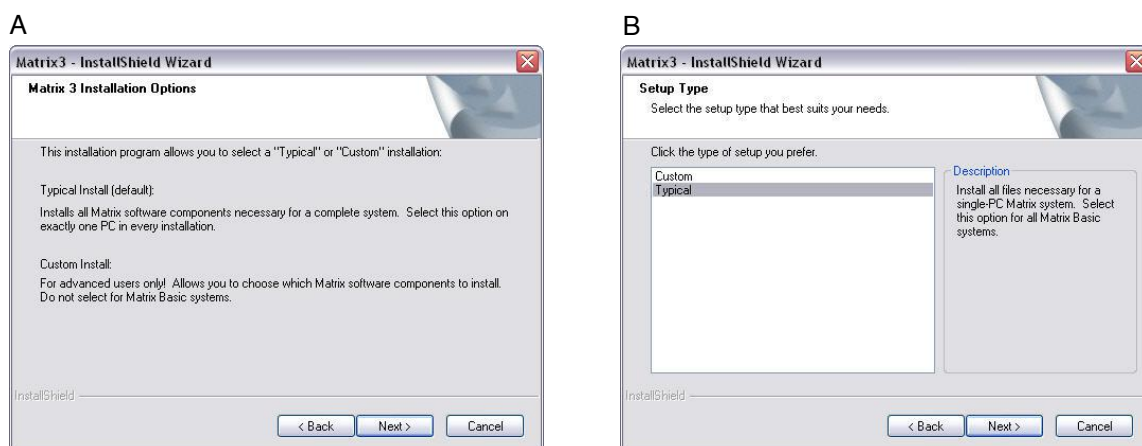

Рис. 5
- После нажатия кнопки «NEXT» [ДАЛЕЕ] для принятия условий лицензионного соглашения появится экран (A) параметров установки (Рис. 5). В этом экране отображаются два доступных для выбора типа установки.
После нажатия кнопки «NEXT» [ДАЛЕЕ] появится экран (B) «Setup Type» [Тип установки] (Рис. 5). На этом экране можно выбрать требуемый тип установки.